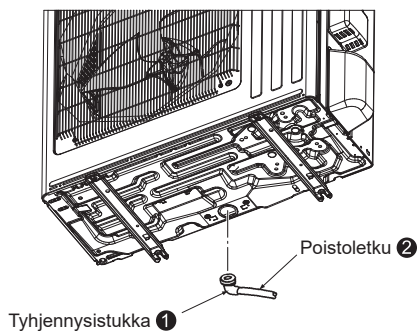

Fig. 4-1
4. Ulkoyksikön poistoputki (Fig. 4-1)